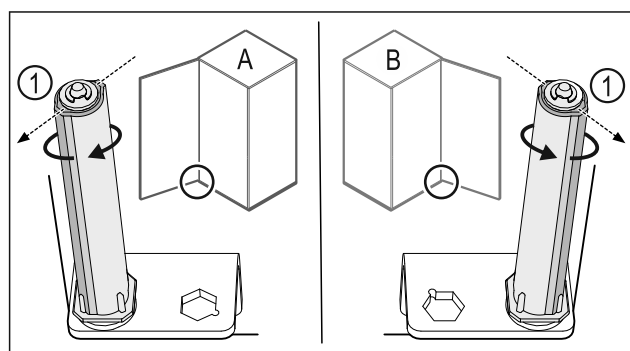

Fig. 41 Butée à gauche (A) / butée à droite (B)
- ▶ Tourner le système de fermeture contre la résistance jusqu'à ce que son arête Fig. 41 (1) pointe vers l'extérieur.